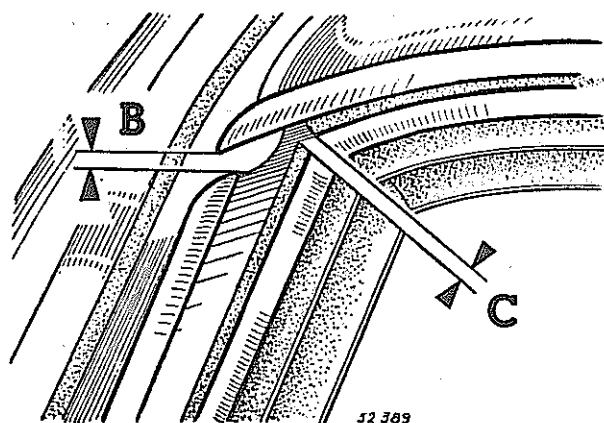

Fig. 5
- Présenter le support-profil, la coupe supérieure correspondant à celle du support-profil de capote ou de toit, respecter le jeu $C = 2 \text{ mm}$, page 11/33, fig. 5. Couper la partie inférieure en correspondance avec la ligne repère du montant du pare-brise.
2° Présenter les supports profil d'encadrement supérieur (2) et (3), les fixer par les boutonnières et retoucher à la lime l'extrémité côté montant de pare-brise, pour obtenir un jeu $C = 2 \text{ mm}$, page 11/33, fig. 5.